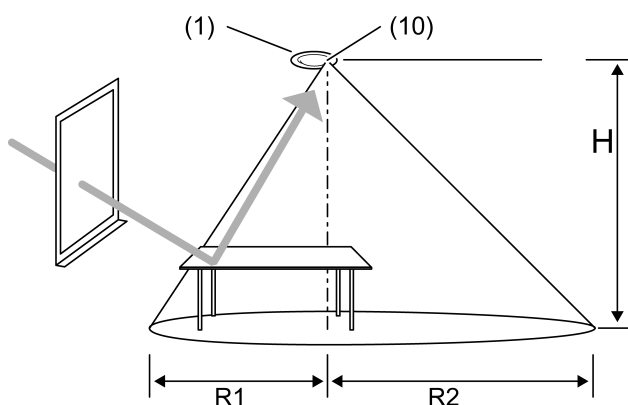

Figura 7
- Durante il montaggio orientare l'apparecchio in modo tale che il sensore di luminosità (10) non sia rivolto verso la finestra (Figura 7).